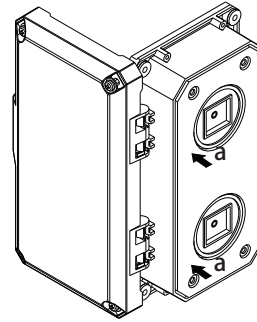

図2 外し方
- ・扉を90°の位置まで開き、扉ホルダー(上下2個)を裏側からマイナドライバーでa方向に押し込んでください。(図2)